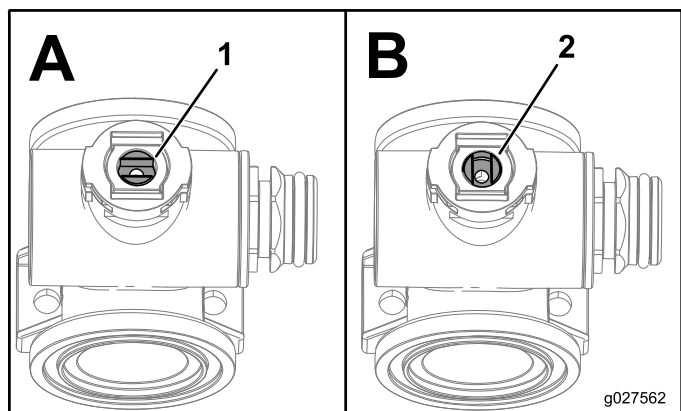

Figure 107
1. Positionnez la tige de la valve pour la placer en position fermée (partie B de la Figure 107).
3. Tournez la tige de la valve pour placer la bille à la position ouverte (A à la Figure 107).
7. Tournez la tige de la vanne de sorte à fermer la vanne (B sur la Figure 107).